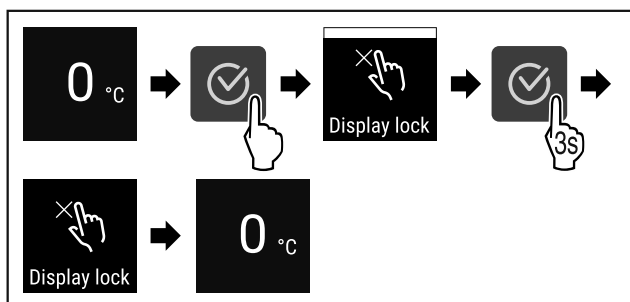

Fig. 77
- ▶ Suivre les étapes (voir Fig. 77).